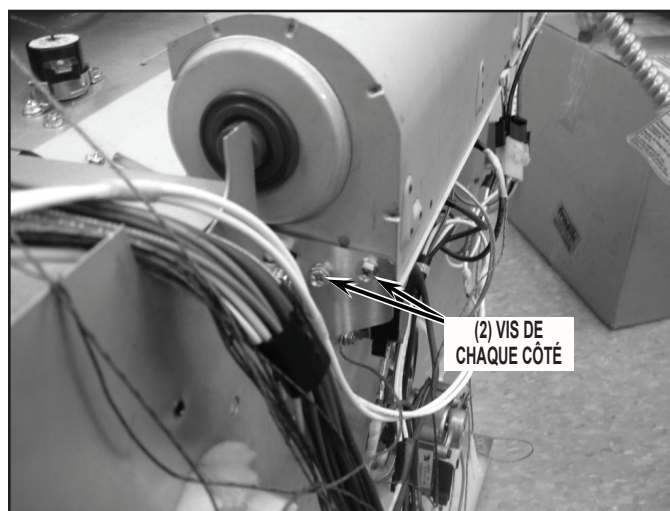

FIGURE 3
5. Retirer les 4 vis (2 de chaque côté) fixant le ventilateur aux brides de fixation du ventilateur. Voir la *Figure 3*.